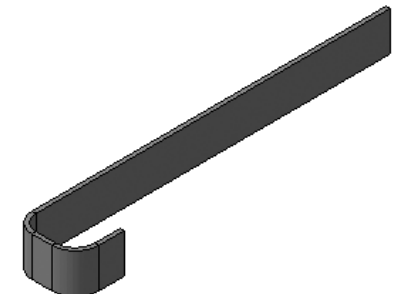

Рис. 7.46. Пример листовой детали
*Первый способ – с использования переменных листового тела диалогового окна **Переменные**.* Этот способ продемонстрируем на примере ранее созданной листовой детали (рис. 7.46).